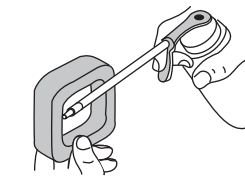

Fig. 32
- Appliquez une quantité suffisante d'huile moteur propre SAE 30 pour enduire légèrement le filtre (Fig. 32).